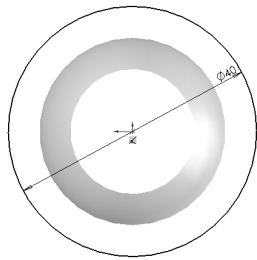

图 5-48 绘制的草图 3
10) 绘制草图。单击“草图”面板中的（圆）按钮，以原点为圆心绘制一个圆，然后标注圆的直径，结果如图 5-48 所示。